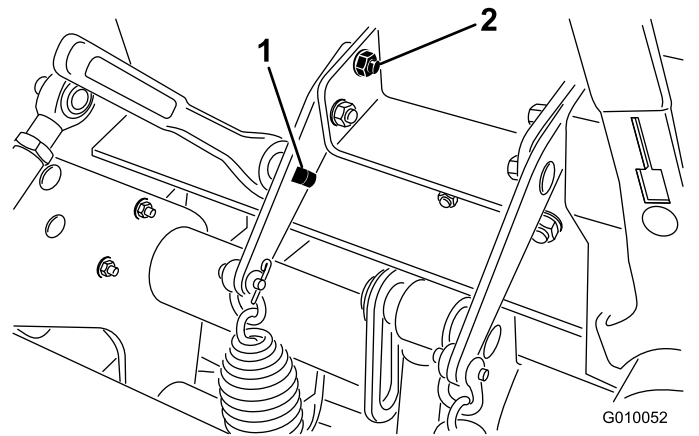

图 30
- 将一个 13mm 的棘轮或呆套筒扳手插入弹簧板上的方孔 图 30。